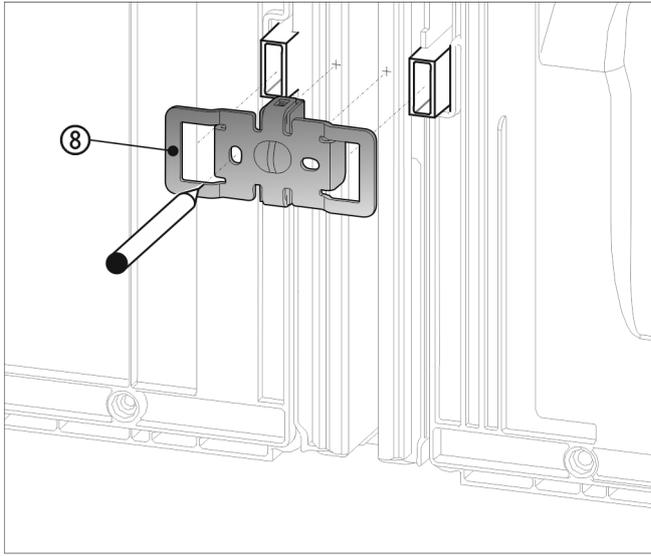

Fig. 20
- ▶ 使用凹槽将角 Fig. 20 (8) 推入壁距调整垫片的插槽上方。